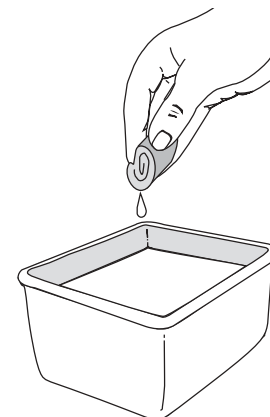

Fig. 38
3. Lavez le filtre dans un mélange d'eau et de détergent (Fig. 38). Rincez le filtre abondamment. Essorez l'excédent d'eau. Laissez sécher complètement.